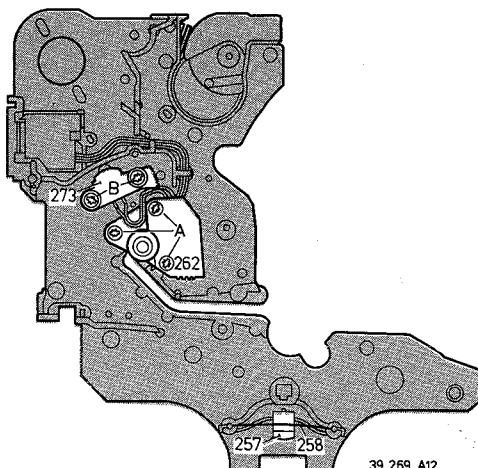

Fig. 3-1-18
- Tachokopf Schraube B (Abb. 3-1-18) losschrauben.